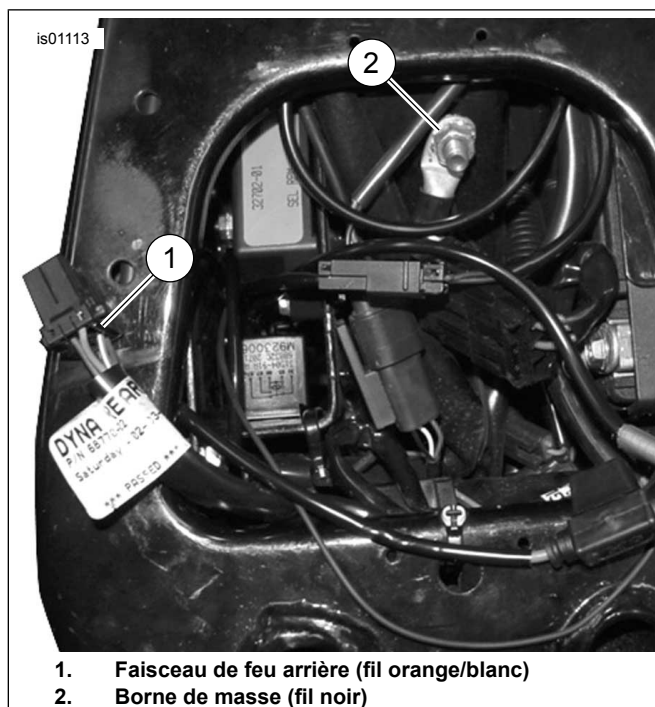

Figure 2. Conducteurs d'alimentation et de masse (modèles Dyna)
3. Consultez Figure 2 . Coupez le fil noir sur le faisceau électrique de la poignée chauffante afin d'accéder facilement à l'emplacement de la borne de masse, et sertissez la cosse à l'extrémité du fil en suivant les instructions de l'outil de sertissage Packard qui apparaissent dans l'annexe du manuel d'entretien.
2. Consultez Figure 2 . Coupez soigneusement une zone de l'enveloppe du faisceau principal situé à l'intérieur du couvercle latéral à un endroit accessible. Puis, coupez un fil d'alimentation orange/blanc du faisceau principal.